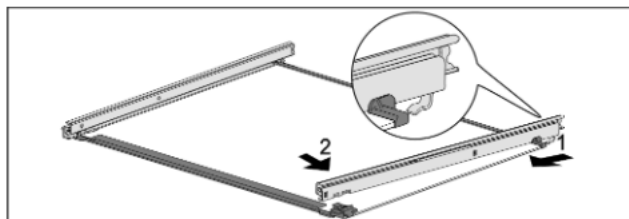

Fig. 105 Ripiano in vetro con guide
- ▶ Agganciare la guida sul lato posteriore. Fig. 105 (1)
- ▶ Innestare la guida sul lato anteriore. Fig. 105 (2)